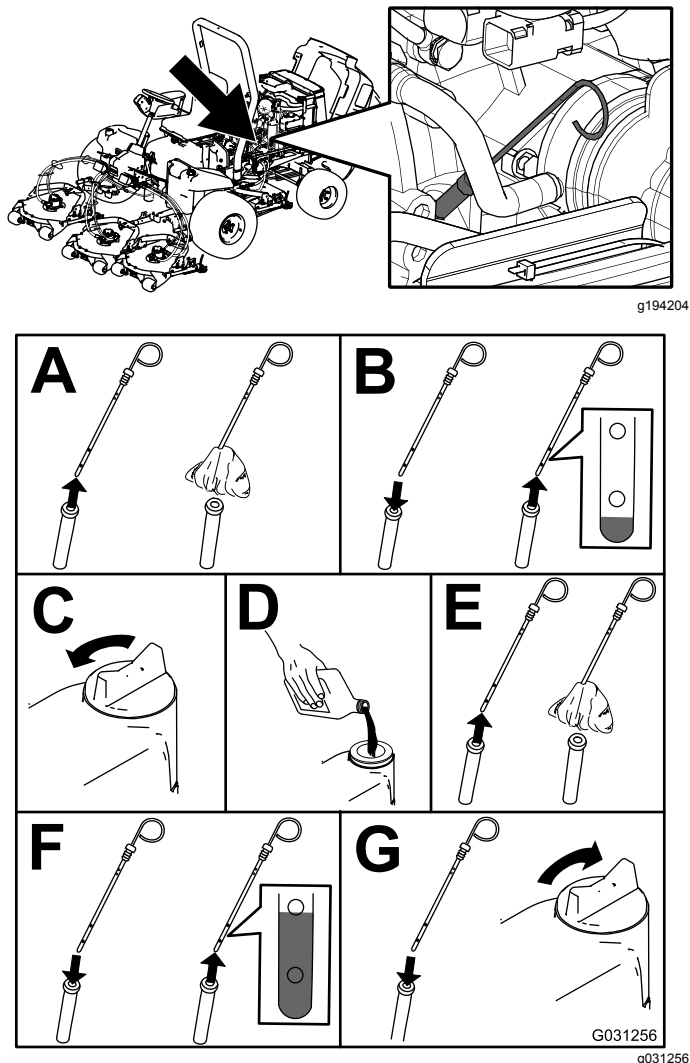

Figura 58
2. Verifique o nível de óleo do motor (**Figura 58**).